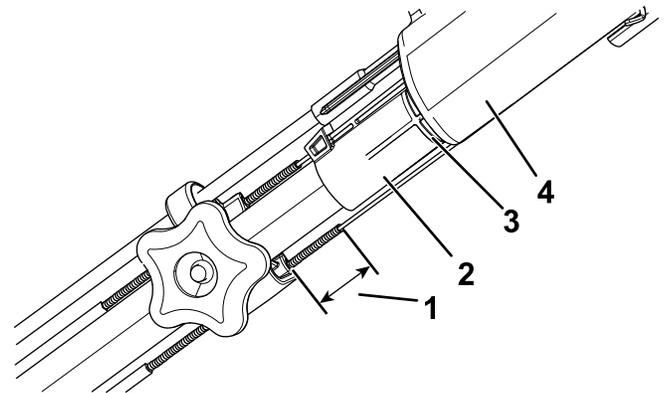

Figure 29
**Remarque:** Les deux câbles doivent dépasser des colliers de 38 mm (1,5 po) quand le guidon est aligné sur le premier repère du guide; voir Figure 29.